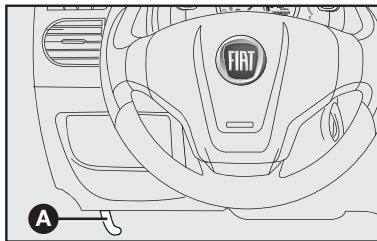

fig. 111
- 1) Puxar a alavanca **A**-fig. 111.